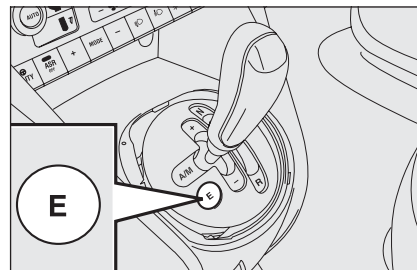
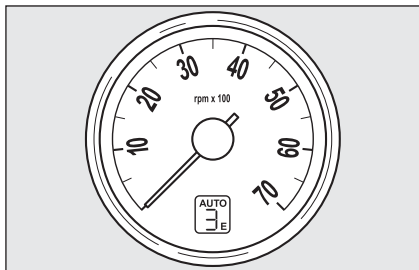

fig. 3
fig. 5
- de tweede methode is volledig automatisch (**AUTO**), waarbij het systeem beslist over het overschakelen. Bij deze methode kan de **ECO**-functie (Economy) worden gekozen om het verbruik te beperken. Druk voor het inschakelen van deze functie op toets (**E-fig. 3**) bij de versnellingspook. De versnellingen en de werking (**MANUAL** of **AUTO**) kunnen bij iedere snelheid worden gekozen met de versnellingspook.
De **ECO**-functie kan worden ingeschakeld door op knop **E-fig. 3** te drukken. Deze knop bevindt op het paneel van de versnellingspook. Als deze functie is ingeschakeld, verschijnen op het display (**fig. 5**) de ingeschakelde versnelling, het opschrift **AUTO** en de letter **E** (zie volgende paragraaf).
Als de **ECO**-functie is gekozen, dan verschijnt naast de ingeschakelde versnelling de letter **E** (Economy) op het display **fig. 5**.